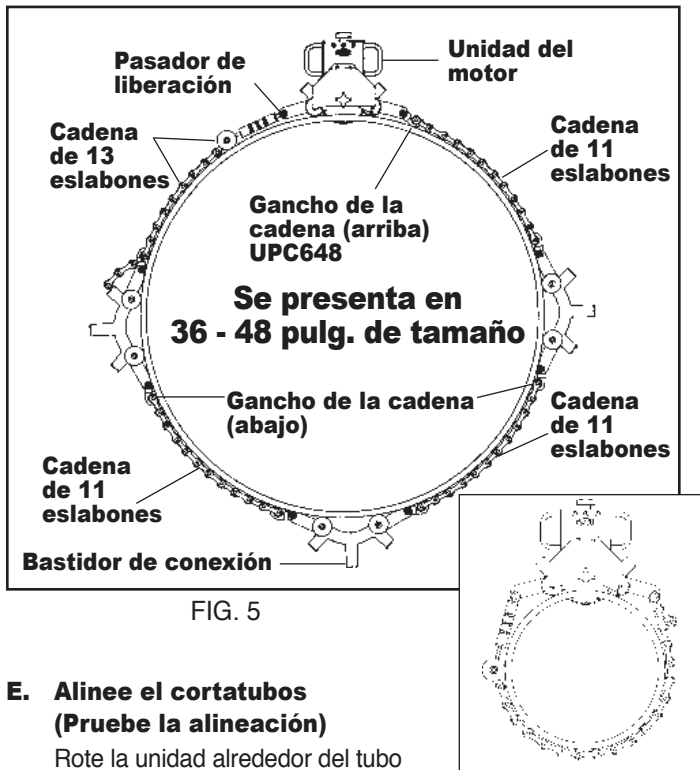

FIG. 5
3. Conecte el conjunto del tensor y la cadena de 13 eslabones a la unidad del motor con el pasador de liberación. Extienda el tensor hasta la posición en que quede más hacia afuera. (Fig. 5)
6. Si se cortan tubos para los cuales se necesitan bastidores de conexión y cadenas de 11 eslabones, (UPC636 & UPC648) la cadena de ensamblado previo se engancha a los bastidores de conexión de aluminio de manera que la cadena se enganche en la posición hacia abajo. Regrese al Paso 5, asegurándose de separar los bastidores de conexión de manera que queden equidistantes de la unidad del motor. (Fig. 5)